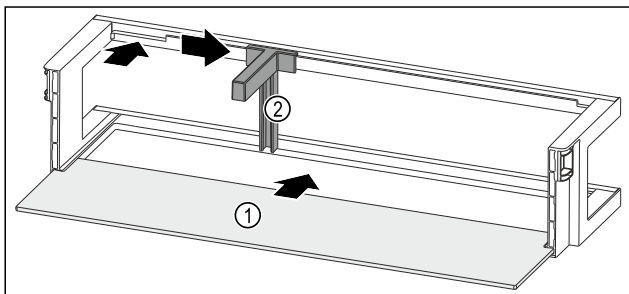

Fig. 123 Raft montat pe ușă cu raft
- ▶ Împingeți în interior raftul Fig. 123 (1) în degajările laterale.
- ▶ Introduceți suportul pentru sticle Fig. 123 (2) în degajare.
- ▶ Împingeți în lateral suportul pentru sticle Fig. 123 (2) în poziția dorită.